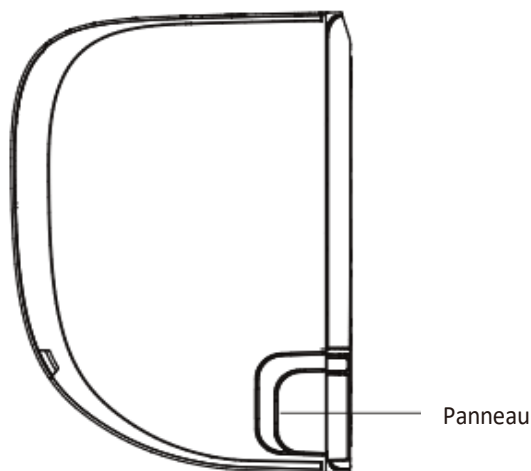

Fig. 3.3
2. Si le trou dans le mur est derrière l'appareil, maintenir en place le panneau. Si le trou dans le mur est du côté de l'unité intérieure, retirer le panneau en plastique de ce côté de l'unité. (Voir **Fig. 3.3**). Cela créera un espace par lequel la tuyauterie pourra passer. Utiliser une pince à bec fin si le panneau en plastique est trop difficile à retirer à la main.